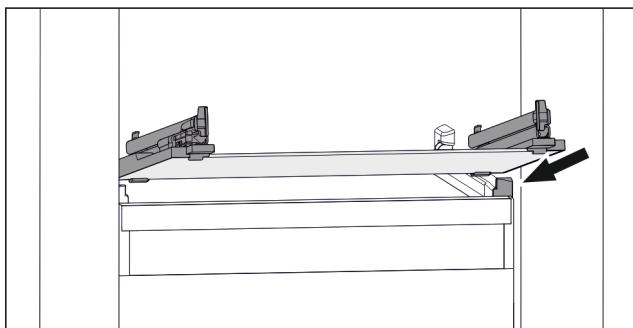

Fig. 107 Примерно изображение на стъклена плоча
- Поставете стъклена плоча под ъгъл зад ограничителите. (виж Fig. 107)